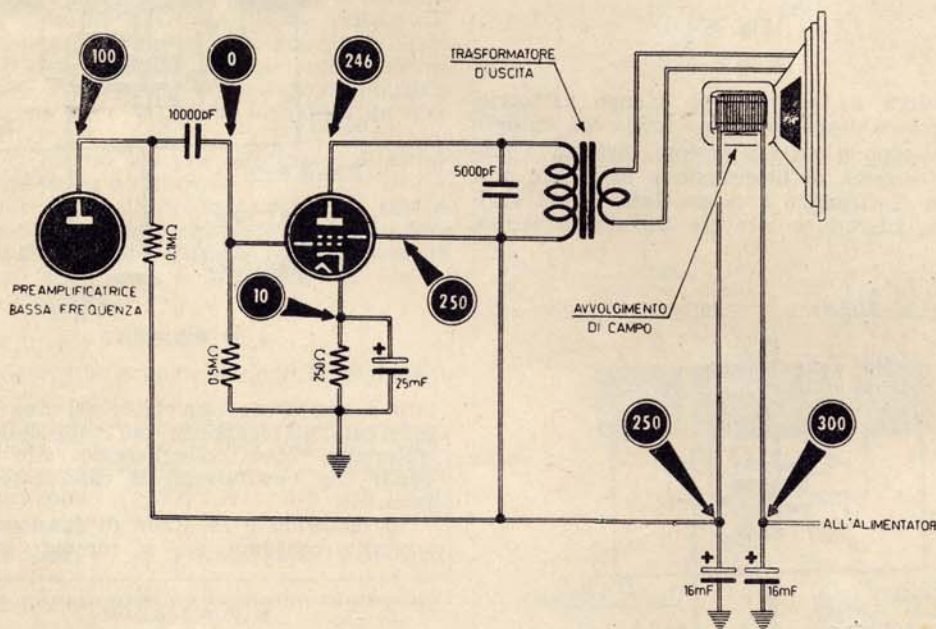

Fig. 1
39) Mancando tensione alla placca della valvola raddrizzatrice o al raddrizzatore, dedurremo, nel caso l'alimentatore risulti del tipo di cui a figure 1 e 2 - 6^a puntata, che la resistenza — inserita fra questi e il cambiotensione — è bruciata, o risulta interrotto il terminale del centro alta tensione che si inserisce alla massa, o infine che è bruciata la resistenza da 50 ohm.